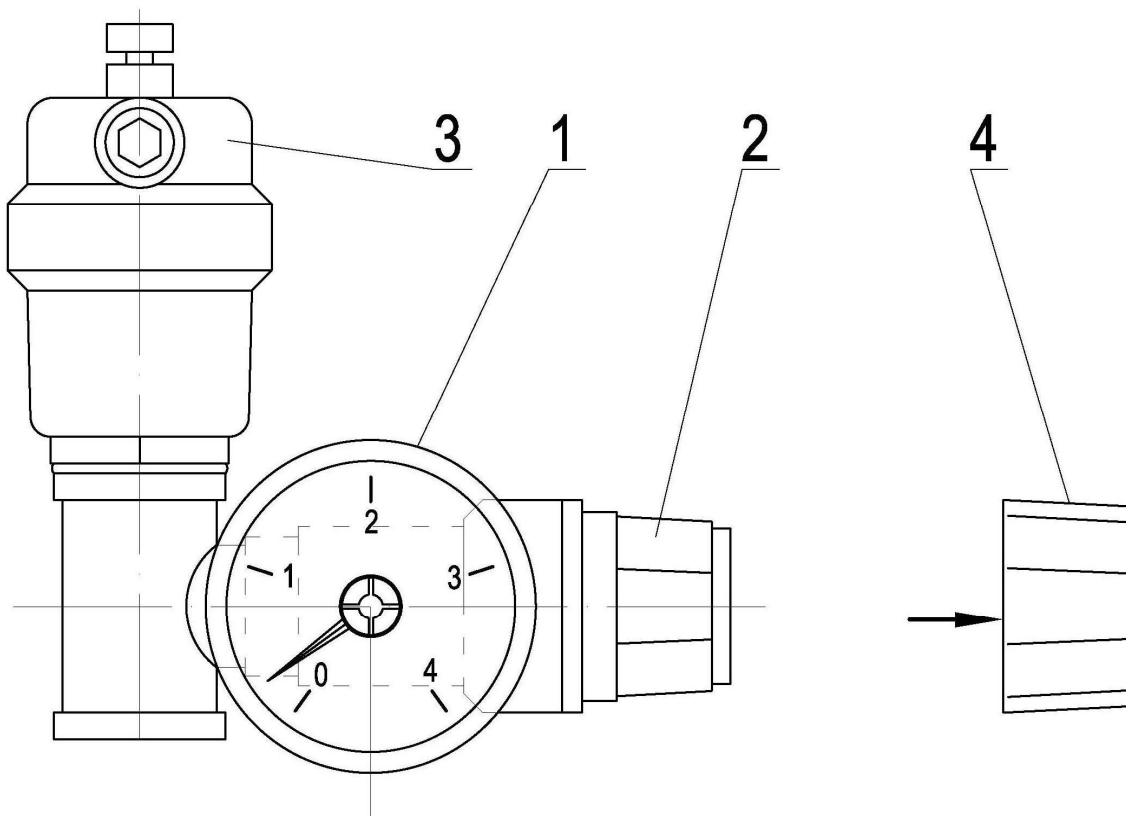

Рис.1 Предохранительная сборка
- Провести визуальный контроль целостности узлов входящих в состав предохранительной сборки Рис.1
- Снять защитный колпачок (4), слегка потянув его по направлению стрелки.
- Повернуть рукоятку предохранительного клапана (2) против часовой стрелки до характерного щелчка, при этом стрелка манометра должна показать падение давления (отклониться влево).